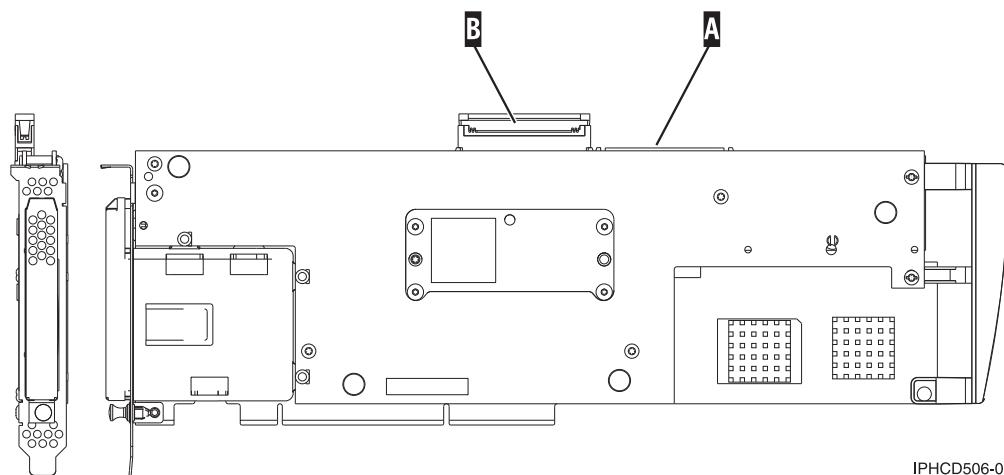

図 51. 5708、補助書き込みキャッシュ IOA
- このケーブルを、補助書き込みキャッシュ・アダプター上の SCSI ポート A に接続します。 191 ページの図 51 を参照してください。